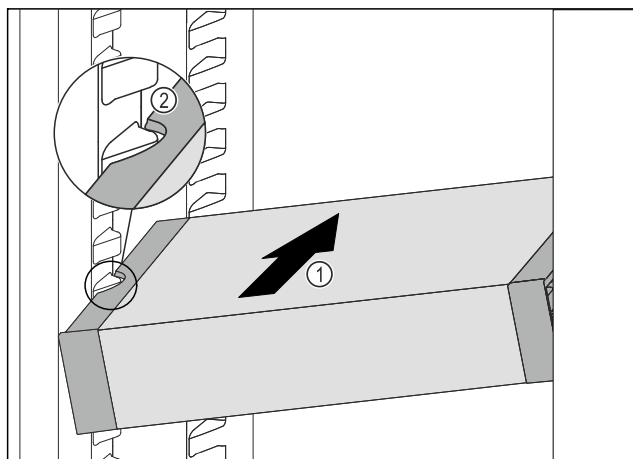

Fig. 99
- VarioSafe gurajte koso u hladnjak Fig. 99 (1) sve dok se bočni otvori Fig. 99 (2) ladice VarioSafe ne nađu na visini žlijeba spremnika u hladnjaku.